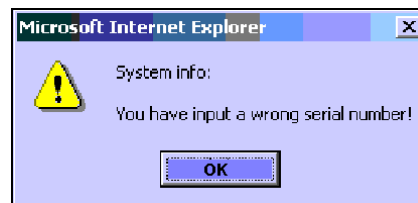

Abb. 3-05
2. Wenn die ausgefüllte Seriennummer oder Registrierungsnummer ungültig ist, zeigt der Bildschirm die Information an, wie in Abbildung 3-05 gezeigt. Klicken Sie auf "OK"-Taste um zurückzukehren und die richtigen Nummern auszufüllen.